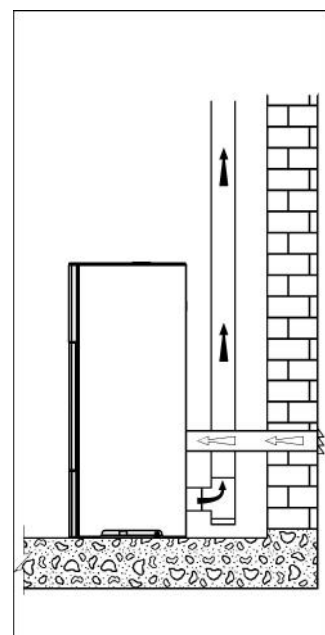

Fig. 5.6a
- connecter l'entrée de l'air comburant du poêle à la prise d'air avec un conduit adéquat (Fig. 5.6a).